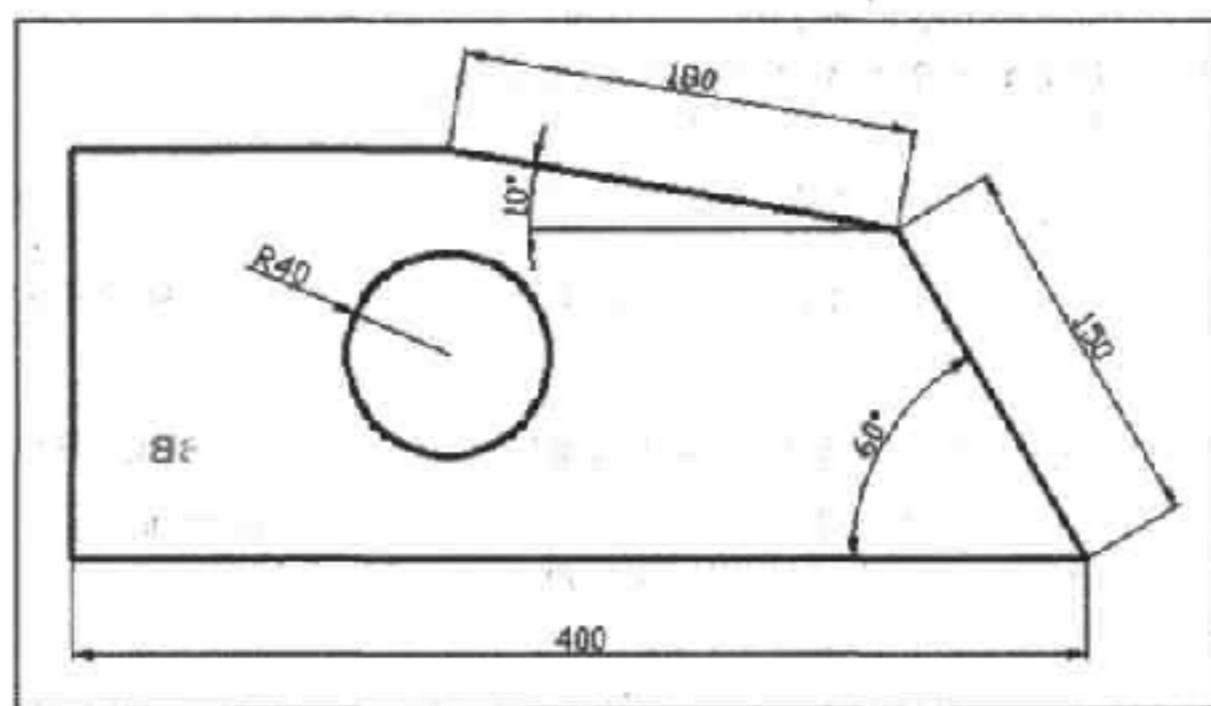

Рис. 1
- Постройте лицевую сторону каркасной модели по указанным размерам (рис. 1).
- Включите объектное отслеживание, режим текущей привязки и постройте круг радиусом 40 с центром на пересечении воображаемой горизонтальной линии, проходящей через середину левого вертикального отрезка, и воображаемой вертикальной линии, проходящей из угловой точки ломаной (см. рис. 1). Будет построена лицевая сторона модели.